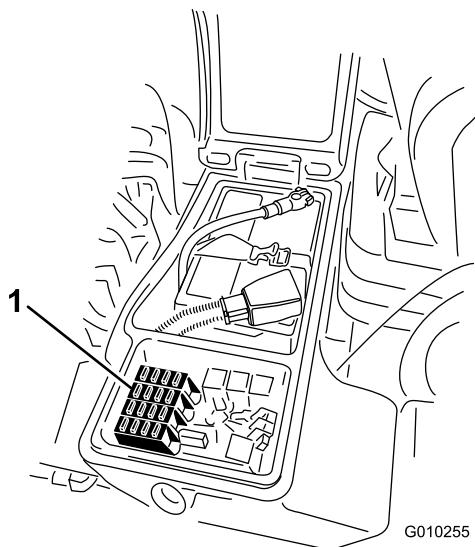

Figura 48
- Afloje el enganche de la cubierta de la caja de almacenamiento derecha y eleve la cubierta (Figura 47) para exponer el bloque de fusibles (Figura 48).
- Sustituya el fusible o los fusibles abiertos tal y como sea necesario (Figura 48).